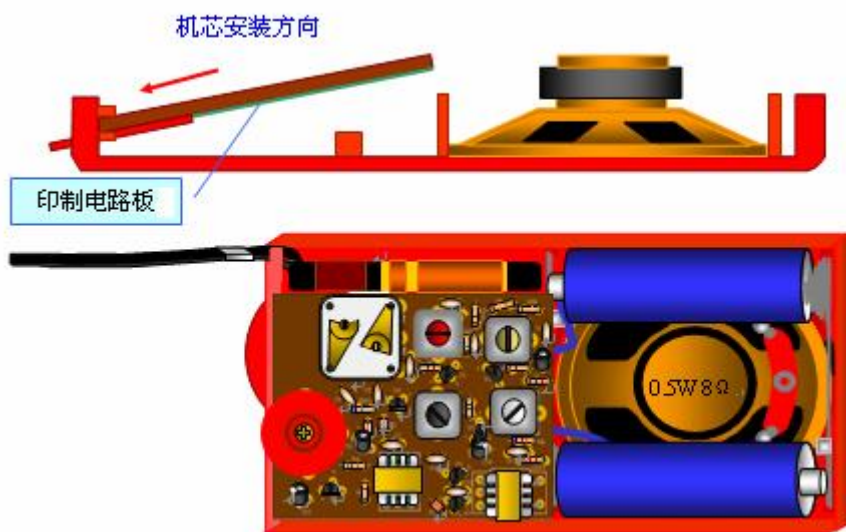

图 4-18
- 5、将组装完毕的机芯照图 4-18 装入前框，一定要到位。